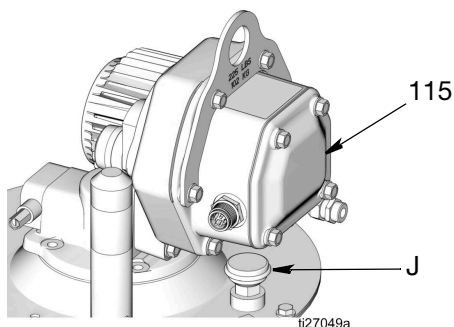

图 51
注意：正确安装泵后，呼吸器 (J) 将低于控制箱 (115)，如图 51 所示。